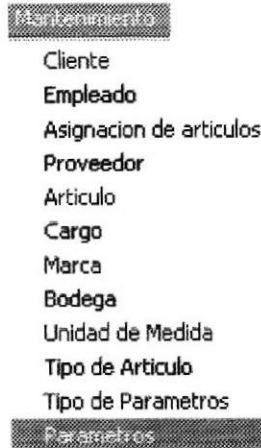

Figura 8.48. Seleccionando Parámetros.
2. Seleccione la opción **<Parámetros>** en el menú de Mantenimiento dando clic con el mouse como se muestra en la figura 8.48.